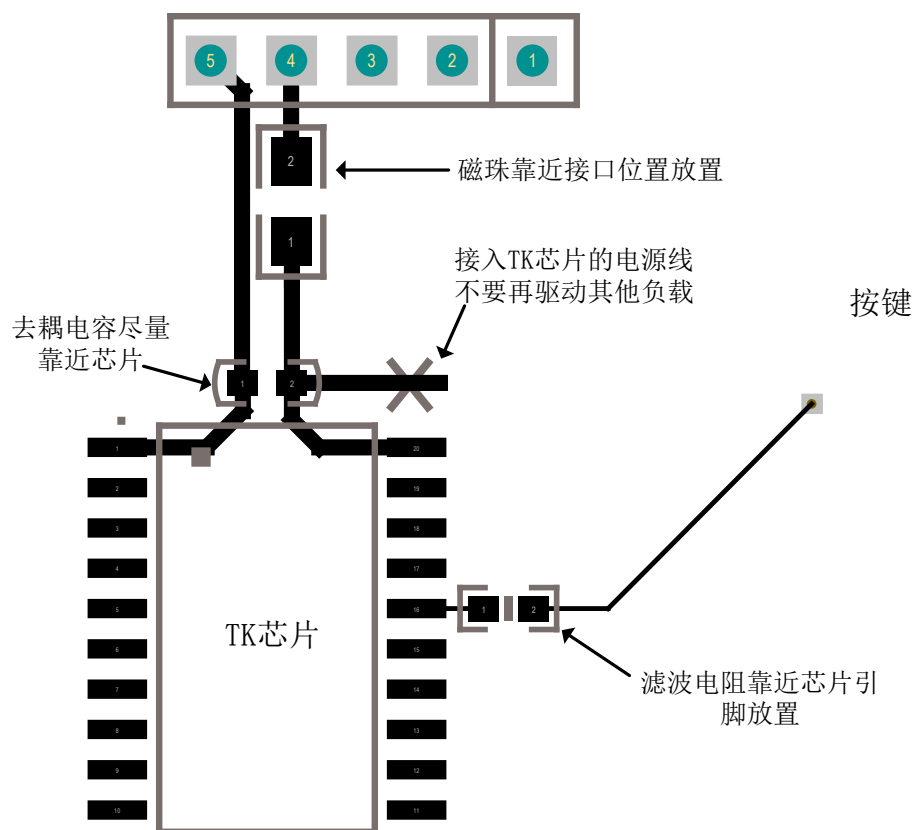

图 3-9 电源线布局示意图
5. 如图 3-9 所示，连到触控芯片上的电源线不要再引出去驱动其它负载。